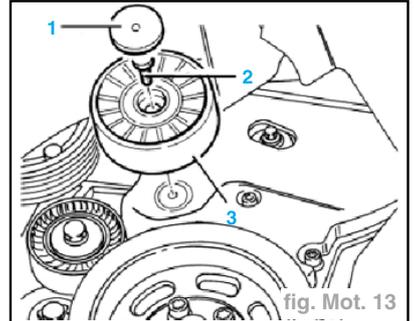

fig. Mot. 13
- Enlever le bouchon cache - vis (**1**) (fig. Mot. 13).